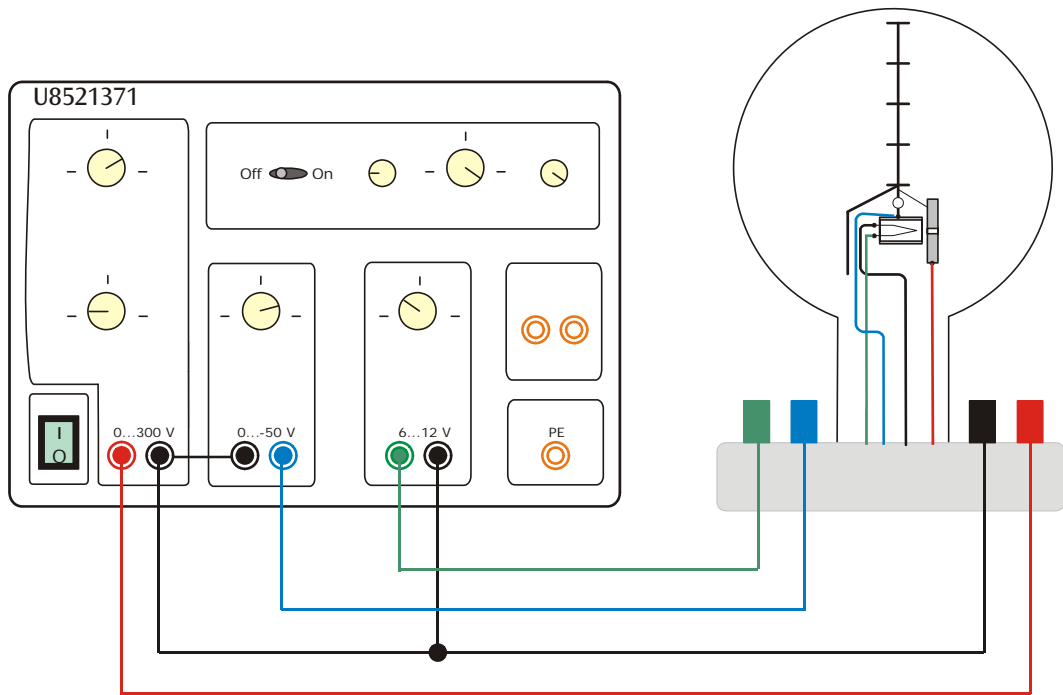

Fig. 1: Conexão do tubo de feixe estreito com o fonte de alimentação DC 300 V
- Efetuar a conexão do tubo conforme a fig. 1.